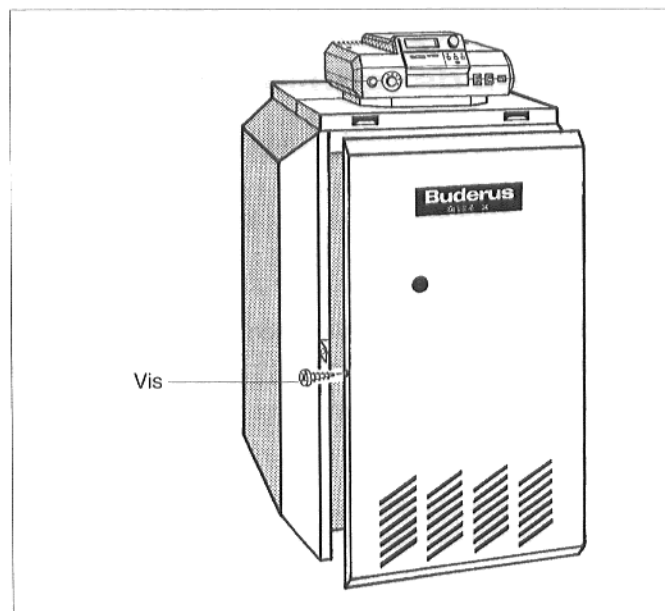

Fig. 27 : montage du panneau de façade de la chaudière
- Visser les vis de fixation, à gauche et à droite, dans les panneaux latéraux (fig. 27).